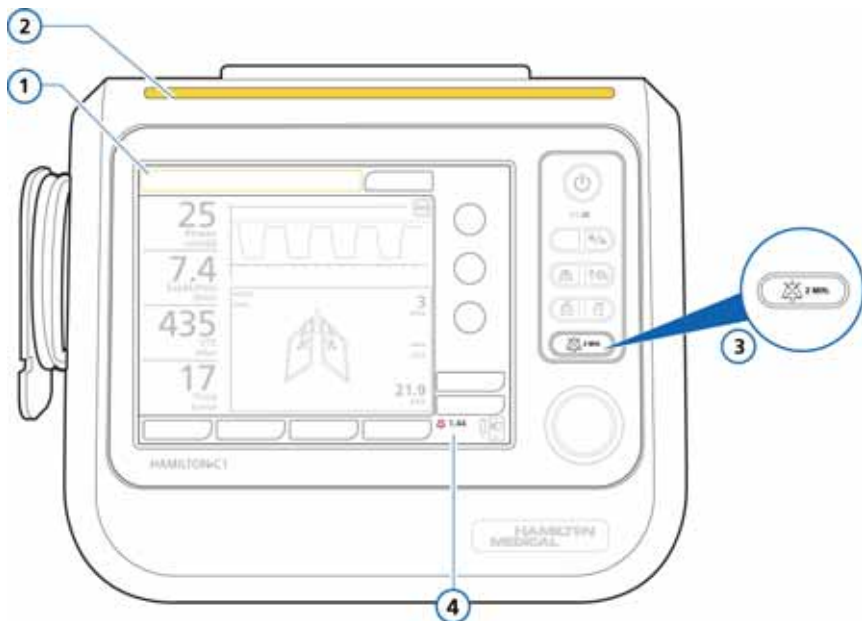
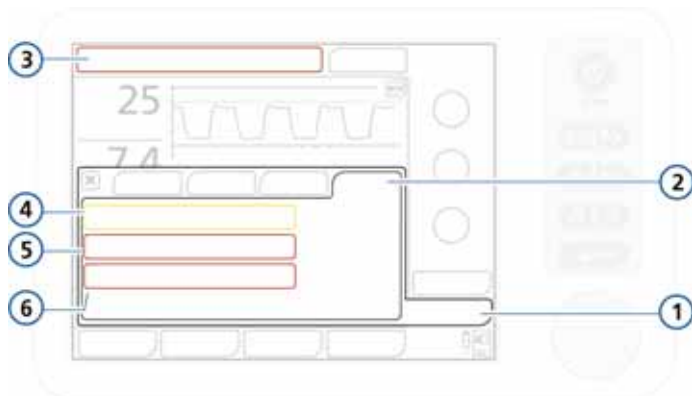

Рисунок 8-1. Визуальные индикации тревог
Рисунок 8-4. Буфер тревог с активными тревогами
В таблице 8-1 описывается визуальная индикация и звуковое сопровождение тревог этих типов, а также объясняется, как на них реагировать. Расположение визуальных индикаторов для тревог на аппарате ИВЛ указано на рис. 8-1. Активные тревоги можно просмотреть в буфере активных тревог (рис. 8-4). Информация о тревоге также сохраняется в журнале регистрации событий (раздел 8.4).
- Если в текущий момент в аппарате зафиксированы активные тревоги, в буфере отображаются те, которые сработали последними (рис. 8-4). В строке сообщений отображаются связанные с тревогами сообщения. Активные тревоги отображаются в полях с закругленными углами.